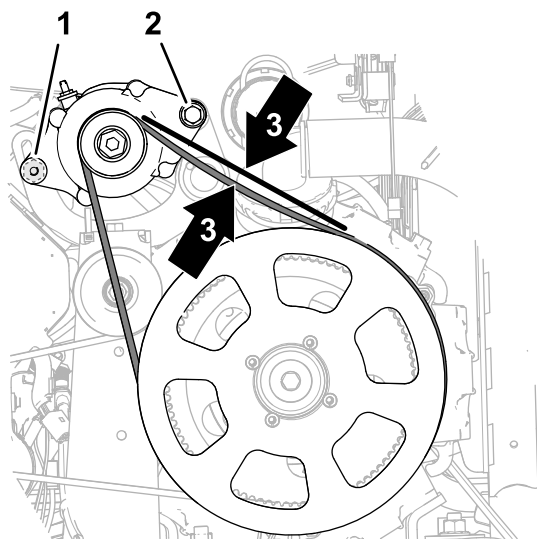

Рисунок 184
- Поворачивайте генератор (Рисунок 184) вверх для увеличения натяжения ремня до тех пор, пока отклонение ремня не составит 9,5 мм при воздействии усилия 4,5 кг посередине между шкивом генератора и ведущим шкивом 279 мм.